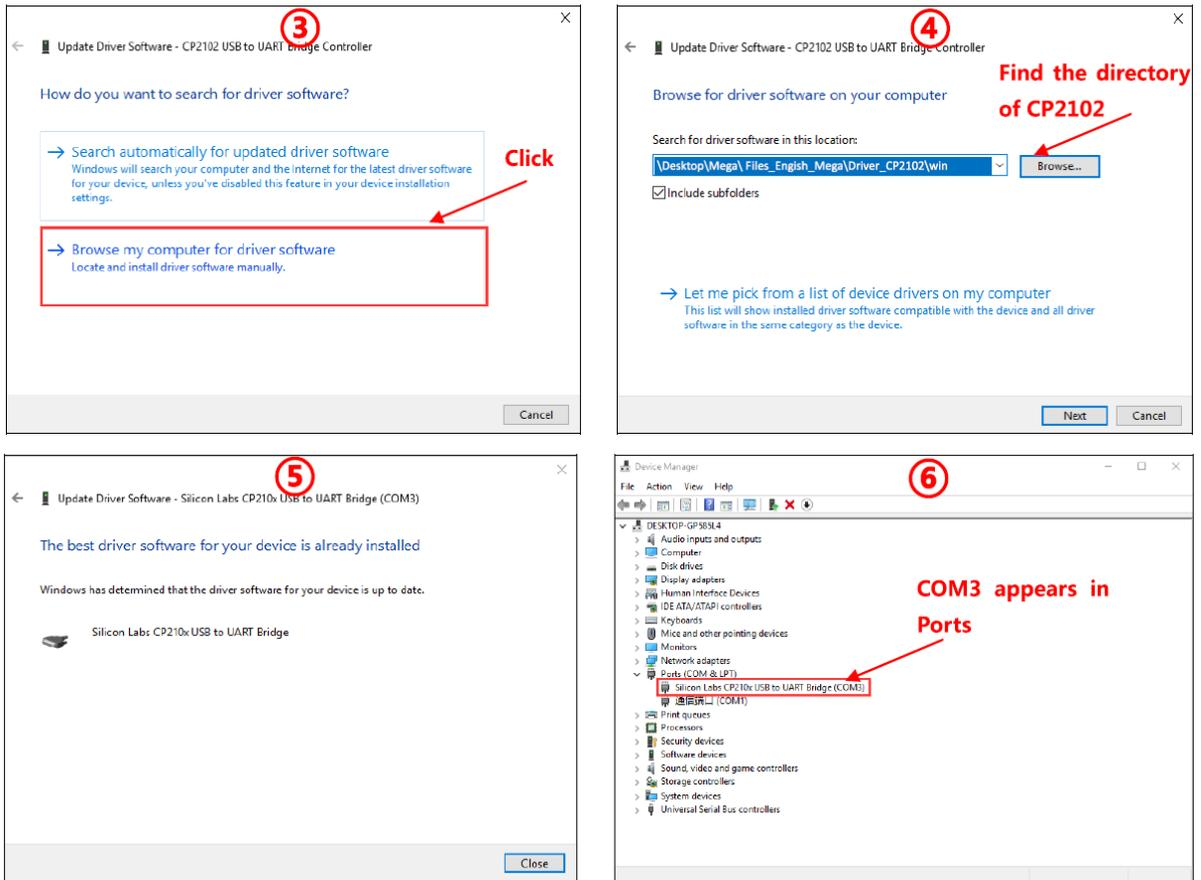
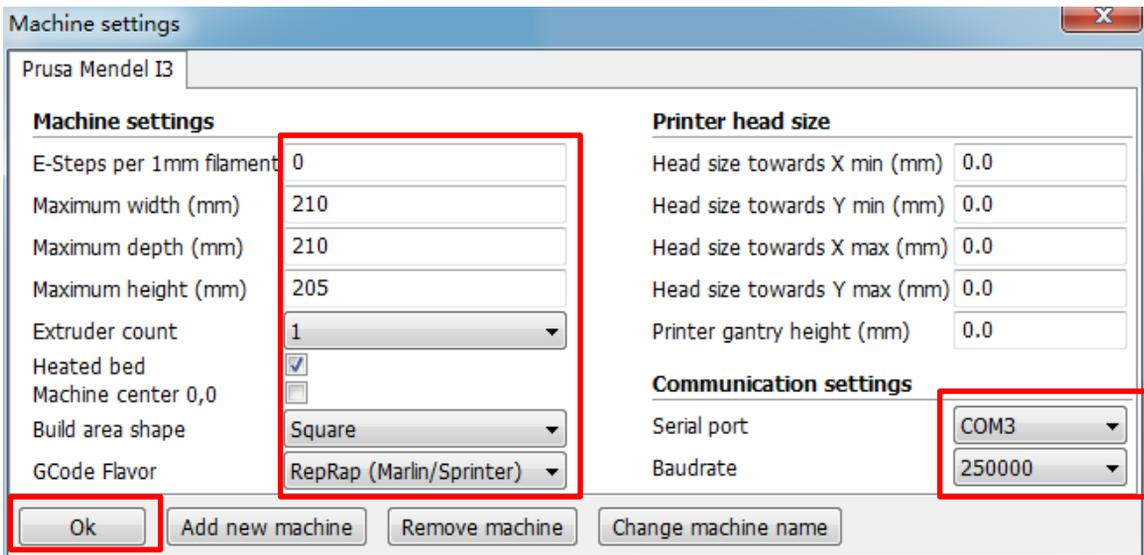

Abbildung 18
Abbildung 24
"Dateien_Englisch_MEGA S"-->"Treiber_CP2102". Es gibt zwei Versionen, eine Windows- und eine Mac-Version. Für Windows gilt speziell "CP2102xVCPInstaller_x64" für ein 64-Bit-System und "CP2102xVCPInstaller_x86" für ein 32-Bit-System. Hier nehmen wir zum Beispiel ein Windows 7-64-Bit-PC-System, während es für diejenigen, die ein Mac-System verwenden, eine "Installation für Mac PC" auf SD-Karte gibt. Klicken Sie auf dem PC mit der rechten Maustaste auf "Computer"-->"Eigenschaften"-->"Geräte-Manager", und folgen Sie dann den Schritten wie in Abb.18.
(I) Maschineneinstellungen Siehe Abb. 24, klicken Sie auf "Maschine"---->"Maschineneinstellungen", um die vorgeschlagenen Parameter in die entsprechende Spalte einzugeben. Bitte wählen Sie die serielle Schnittstelle (COM), wie in Ihrer PC→Device Manager→Port dargestellt (siehe Abb. 18 -⑤, Kunden können eine andere COMx als die Beispiel-COM3 haben), und stellen Sie die Baudrate auf 250000 ein. Diese beiden Parameter sind für den Anschluss von Cura an den Drucker unerlässlich.